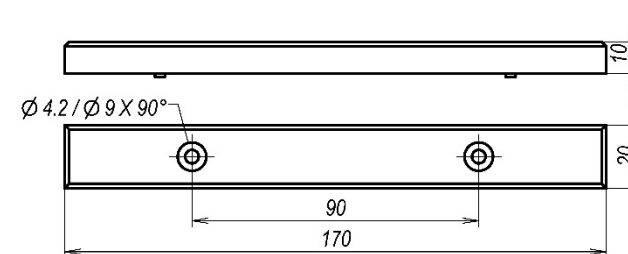

Рисунок 3 – Якорь
5.3 Якорь крепится на двери напротив корпуса двумя саморезами 4мм (рисунок 3). На якоря со стороны двери расположены резиновые амортизаторы, обеспечивающие подвижность и упругое прижатие якоря. Крепежные саморезы не следует затягивать до конца, обеспечив люфт якоря в пределах 0,2...0,4 мм во всех плоскостях.